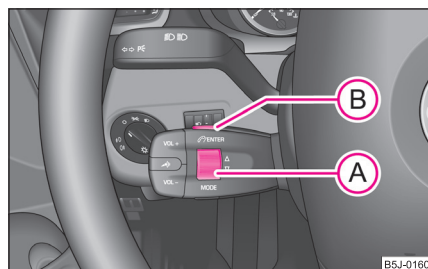

Fig. 126 Modul multifuncțional: Tastele de comandă
- Prin apăsarea scurtă a randalinei **(A)** ⇒ pagina 110, fig. 126 puteți răsfoi în memoria telefonului în căutarea numelor, resp. a meniurilor.